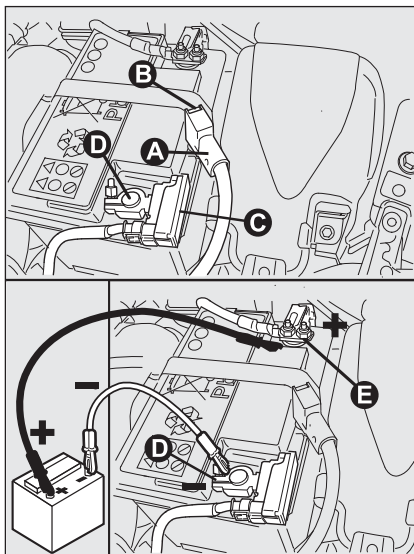

fig. 42
**VERSIONI CON SISTEMA****Start&Stop fig. 42**